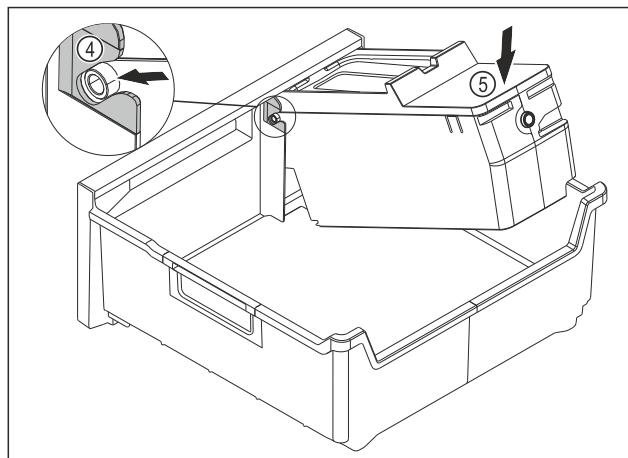

Fig. 87
- Monter le corps de l'EasyTwist-Ice : Insérer les axes du corps de l'EasyTwist-Ice dans les guides Fig. 87 (4).
- Appuyer l'arrière du corps de l'EasyTwist-Ice Fig. 87 (5) vers le bas.